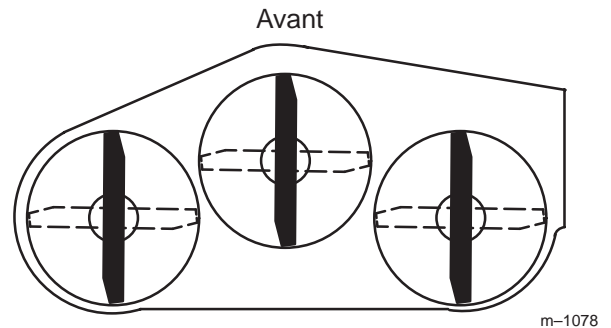
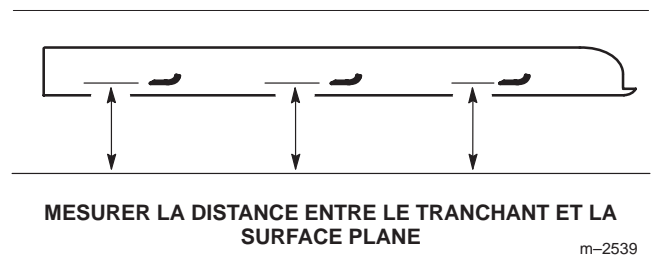

Figure 33
Figure 34
3. Tournez les lames pour qu'elles soient toutes dirigées dans le sens longitudinal (Fig. 33). Mesurez la distance entre la surface plane et le tranchant des lames (Fig. 34) et notez cette valeur.